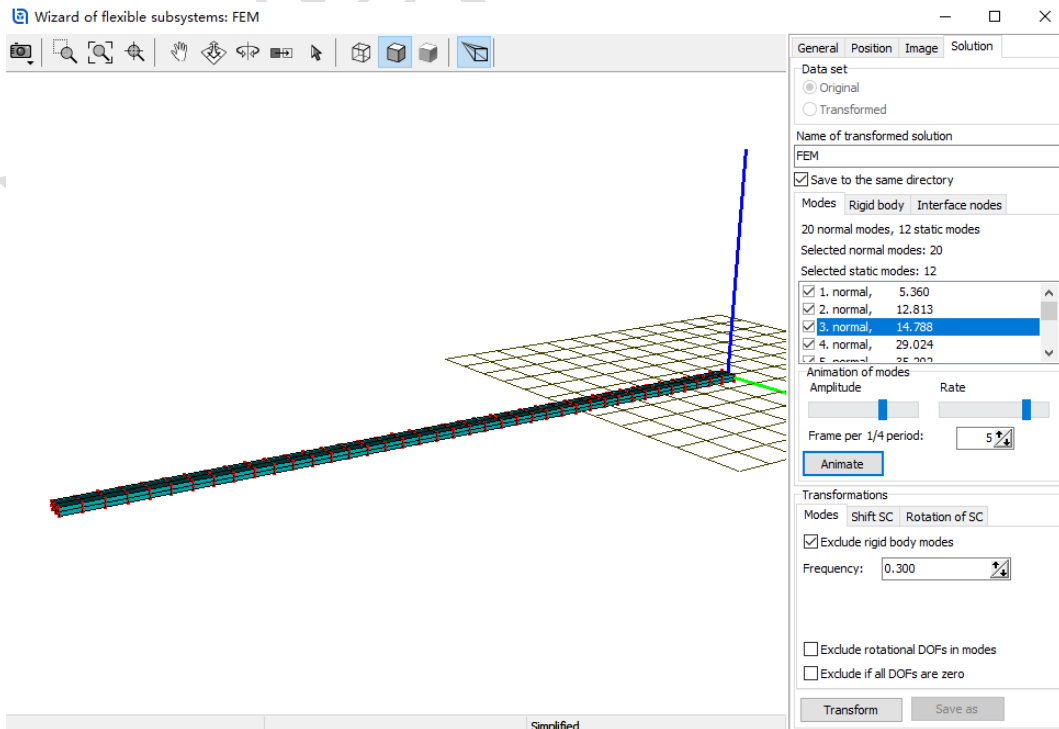

图 2-99
- 7) 勾选 **Save to the same directory**，勾选 **Exclude rigid body modes**，设置截止频率 **0.3 Hz**，点击按钮 **Transform**，进行模态正则化，如图 2-99。